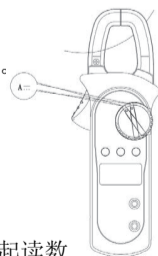

图11
9. 直流电流测量 (A $\overline{=}$) (见图11)